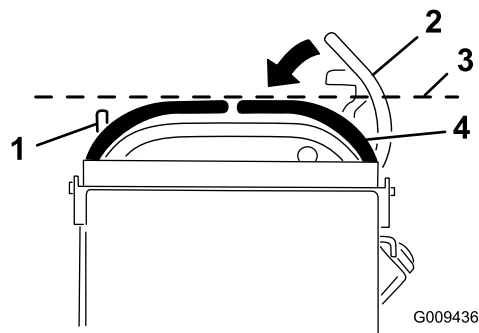

Figure 73
3. Abaissez les leviers de commande de déplacement pour quitter la position de VERROUILLAGE AU POINT MORT (Figure 73).
4. Vérifiez que le levier de commande de déplacement droit s'aligne horizontalement sur le levier de commande de déplacement gauche (Figure 73).